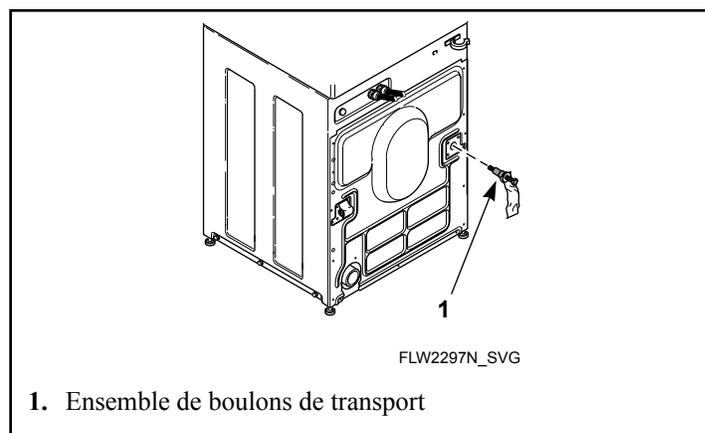

Figure 25
7. Insérer les groupes de boulons de transport dans chacun des trous à cette fin. Se reporter à la *Figure 25*.